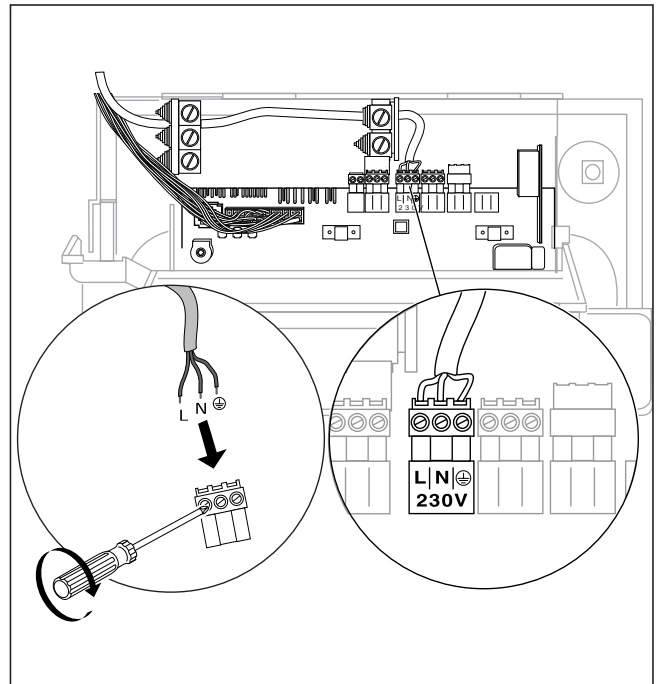

Fig. 4.4 Branșarea cablului de rețea
Cazanele cu gaz Vaillant sunt dotate cu sistemul de fișe Pro E pentru facilitarea instalării părții electrice și sunt cablate până la faza de branșare imediată. Cablurile de rețea și celelalte cabluri de conectare (de ex. pompa de circulație etc.) pot fi legate la fiecare fișă a sistemului Pro E special prevăzută (vezi fig. 4.4). Cablurile de rețea și cele de tensiune scăzută (de ex. conductorii senzoriali) vor fi pozate cu distanțare reciprocă.
- Conectați fix cablul de rețea la fișa Pro E (vezi fig. 4.4 și 4.5).